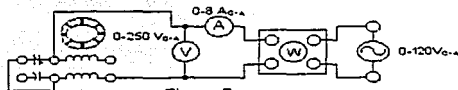

Figura 7
- Conectar el circuito de la figura 7.